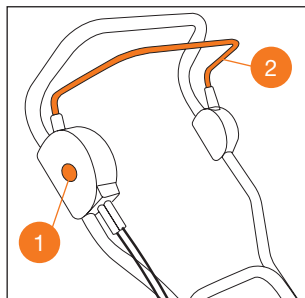

Рис. 16
2. Нажмите и удерживайте предохранительную клавишу ❶ (Рис. 16).
3. Продолжая удерживать предохранительную клавишу ❶, прижмите рычаг включения двигателя ❷ к рукоятке (Рис. 16). Двигатель заработает и нож начнёт вращение.
4. Отпустите предохранительную клавишу ❶, продолжая прижимать рычаг включения двигателя ❷ для кошения травы.
5. Для остановки двигателя отпустите рычаг включения двигателя ❷.